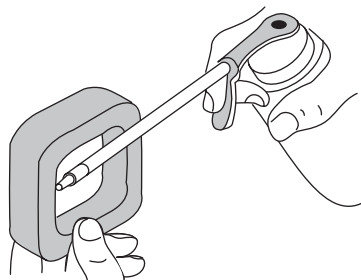

Fig. 29
4. Aplique suficiente aceite limpio de motor SAE 30 para recubrir ligeramente el filtro (Fig. 29).